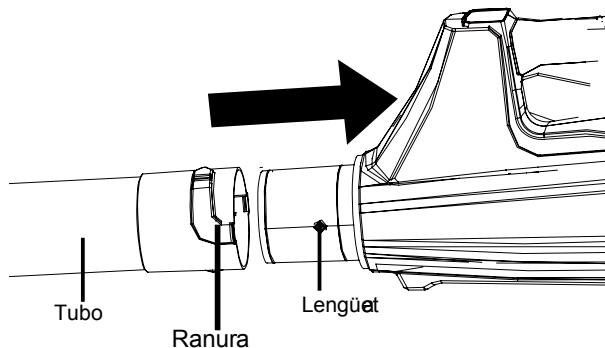

Fig. 2
1. Alinee cualquiera de las ranuras en el tubo con la perilla en la carcasa del soplador. Empuje el tubo hacia la carcasa del soplador hasta que la perilla se enganche en las ranuras(Fig. 2).